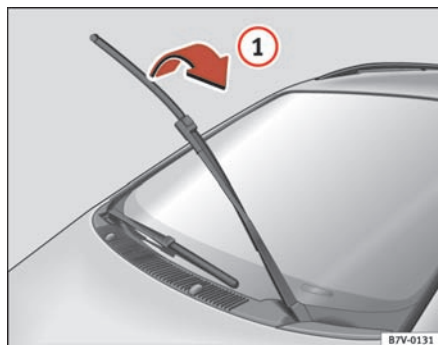
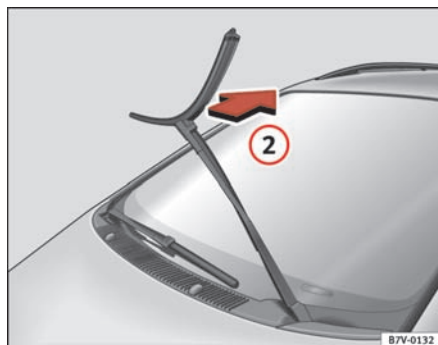

Fig. 146 Sådan vippes forrudeviskerne op.
Fig. 147 Sådan tages forrudeviskerne af.
- Drej viskerbladet i pilens retning ⇒ fig. 146 ①, indtil det ikke kan komme længere, og træk det af i pilens retning ⇒ fig. 147 ②.
- Skub et nyt viskerblad **med samme længde og af samme type** på viskerarmen, og drej viskerbladet modsat pilens retning ①, indtil det ikke kan komme længere.